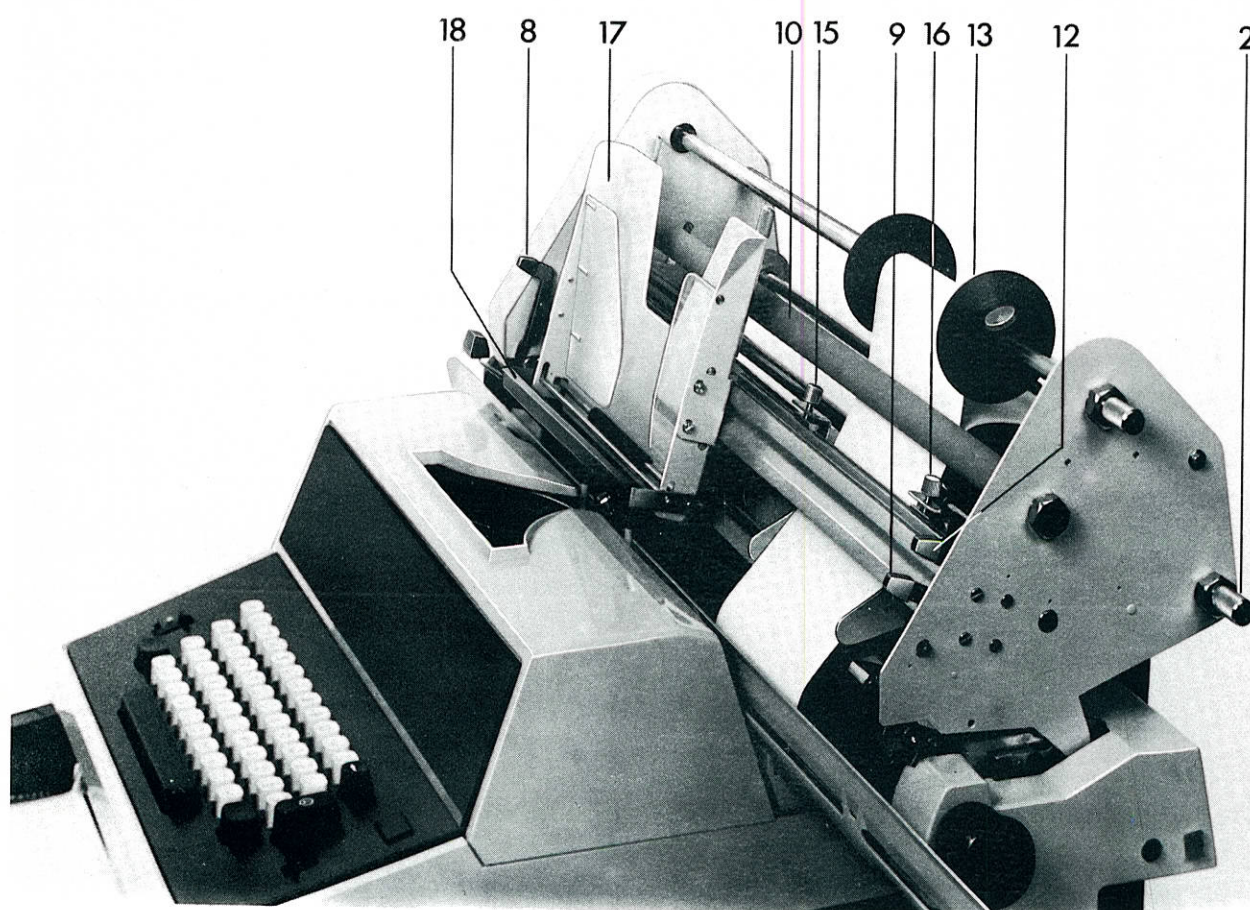

Abb. 6
Hierzu ist der Stechwalzenknopf zu drücken und der Walzendrehknopf nach Bedarf so zu verdrehen, daß ein einwandfreier Eingriff der Zahnräder zustande kommt. Durch 2 Rastklinken (8) und (9), (Abb. 6) wird die Einrichtung in Schreibstellung verriegelt.